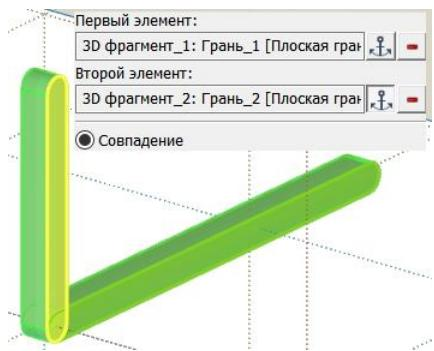

Рис. 1.7 – Создание сопряжения «совпадение» для стержней
1.9.4 Снова выберите инструмент «Создать» в панели «Сопряжения». Поставьте флаг на опцию «Совпадение» в «Параметрах сопряжения». Установите фильтр граней . Выберите в качестве первого и второго элемента передние грани стержней AD и DC, как показано на рис. 1.7. Завершите создание сопряжения .